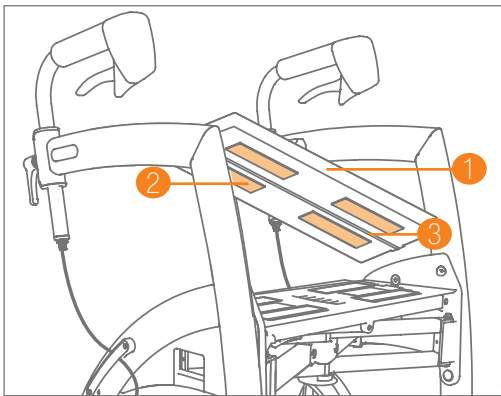

Abbildung 75: Entfernen des Sitzkissens vom Rollator.
- a. Heben Sie das Kissen an, um die Klettverschlüsse zu lösen, mit denen es am Sitz befestigt ist (**Abbildung 75**).